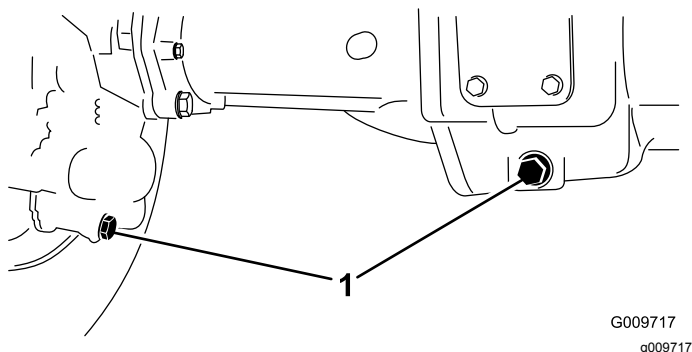

Bild 69
2. Reinigen Sie den Bereich um die drei Ablassschrauben, d. h. jeweils eine an beiden Enden und eine in der Mitte (**Bild 69**).